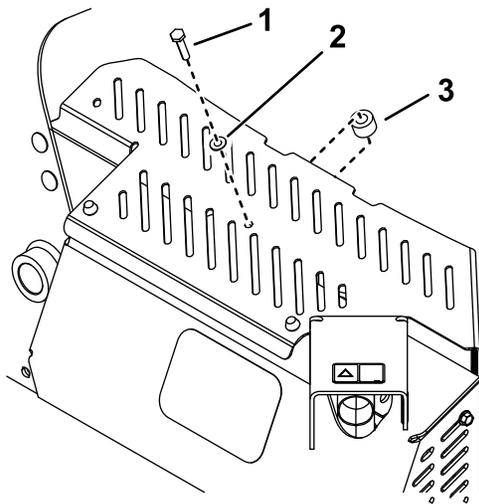

Figure 8
- Installez l'entretoise entre l'écran pare-chaleur et la protection du silencieux à l'aide du boulon autotaraudeur ( $\frac{1}{4} \times 1\frac{1}{4}$  po) et de la rondelle (Figure 8).